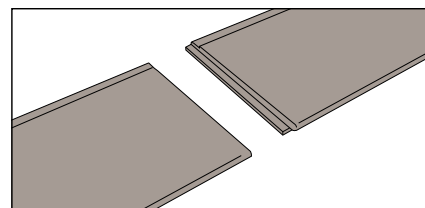

Fig. 15
- Le revêtement Evolution utilise la technologie Fraser-Lok qui fixe en place les 4 côtés de la planche de revêtement – y compris les extrémités. (Voir la Figure 15)